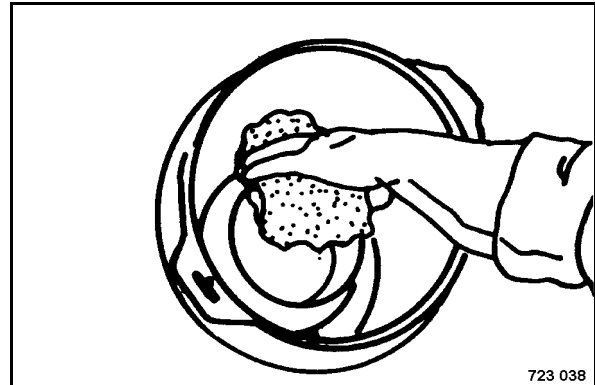

Fig. 143
- Nettoyer la surface de jointure du tube d'évacuation (Fig. 143).